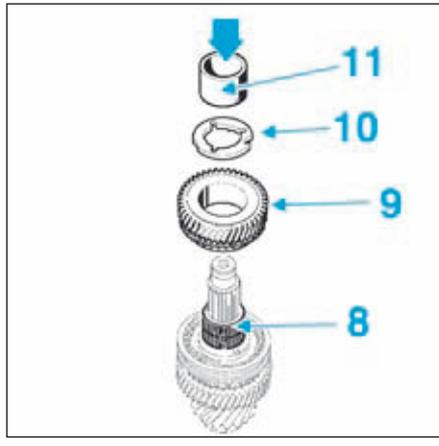
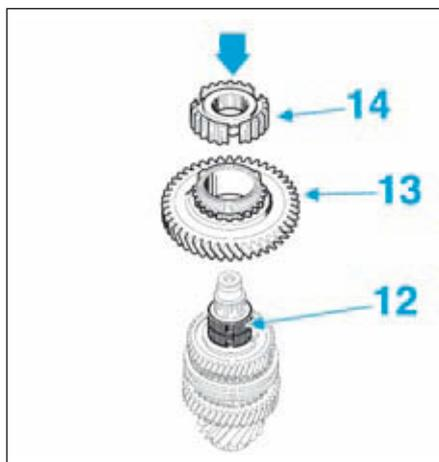

FIG.36
FIG.37
- Poser la cage à aiguilles (8) (Fig.36).
- Poser le pignon fou de 4° (9) muni de sa synchronisation, la rondelle cannelée (10) puis la bague sous pignon fou de 4° (11) à l'aide d'un mandrin de diamètre approprié indice "N" et appliquer une pression de 5 tonnes.
- Mettre en place la cage à aiguilles (12) (Fig.37).
- Poser le pignon fou de marche arrière (13) muni de sa synchronisation et le moyeu baladeur de marche arrière (14) à l'aide d'un mandrin de diamètre approprié indice "N".